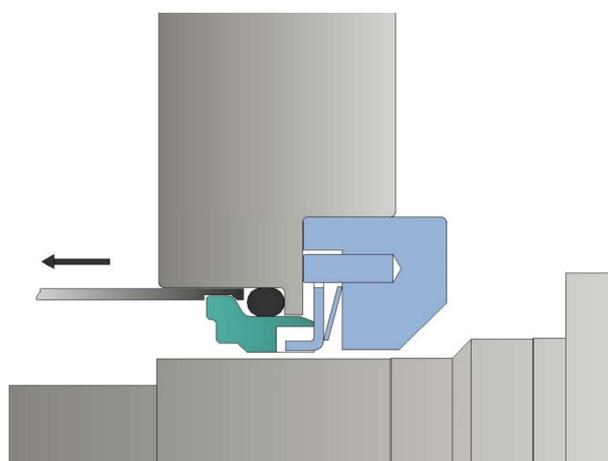

Figure 20 - Enlever le siège du joint
- Retirer prudemment les sièges des joints d'étanchéité statiques (80) de leurs alésages dans le logement du rotor (51). Effectuer cette opération en utilisant l'outil de démontage spécial (182) fourni avec la pompe. Enfiler prudemment l'outil de démontage entre le diamètre extérieur du siège du joint d'étanchéité statique et l'alésage dans le logement du rotor. (Figure 20)
se bloque en position derrière le siège du joint. (Figure 20 & 21).